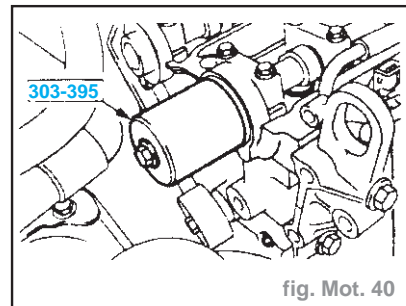

fig. Mot. 40
- Poser un arrêt d'huile radial d'arbre à cames neuf : (fig. Mot. 40)